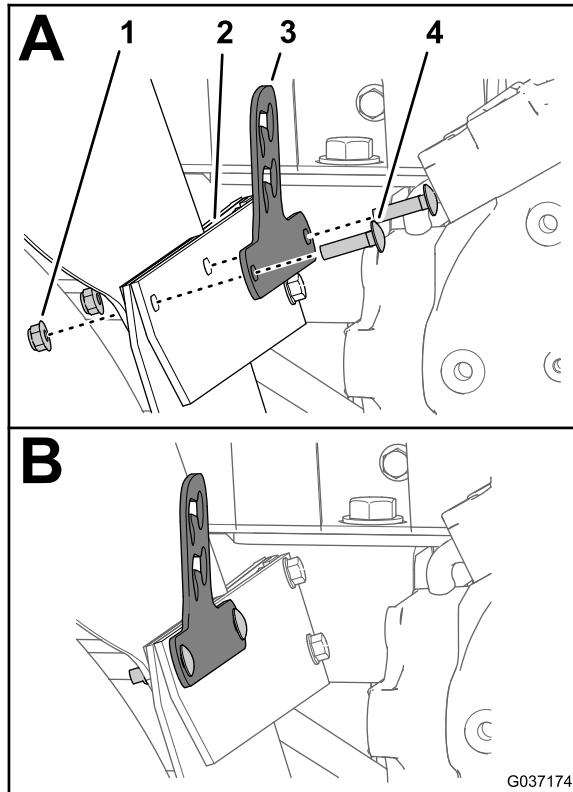

Bild 10
3. Befestigen Sie die Ventilbefestigung ,Kotflügelhalte- rung, Schmutzfänger und den Kotflügel (Bild 10) mit den beiden Schlossschrauben (5/16" x 1 1/4") und zwei Sicherungsbundmuttern (5/16").